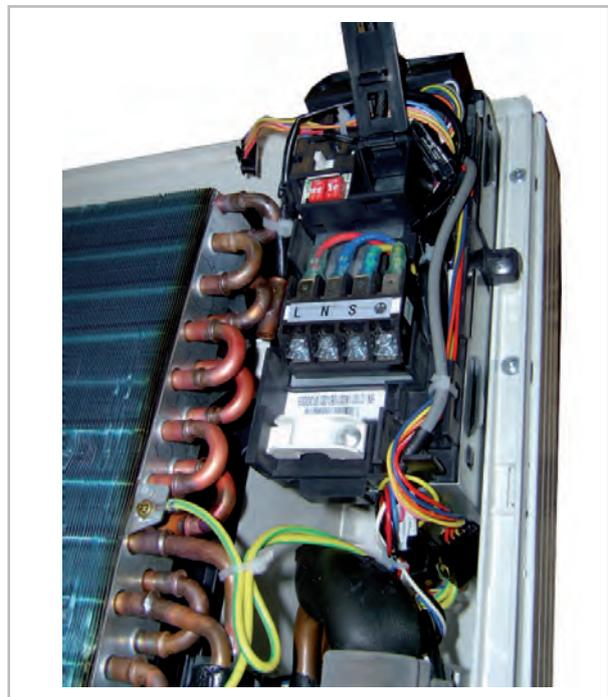

Abb. 30: Anschluss des Innengerätes
2. ➤ Lösen Sie die Abdeckungen auf der rechten Seite (Abb. 30).